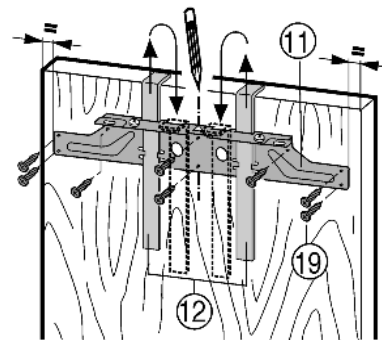

Fig. 17
- ▶ Навесьте крепежную поперечину Fig. 17 (11) с монтажными вспомогательными элементами Fig. 17 (12) на внутреннюю сторону мебельной дверцы.
- ▶ Выравнивание крепежной поперечины Fig. 17 (11) по центру: начертите короткую центральную линию на мебельной дверце, совместите с ней острие стрелки поперечины.
- ▶ Прикрутите крепежную поперечину Fig. 17 (11) по меньшей мере 6 винтами Fig. 17 (19).
- ▶ Прикрутите крепежную поперечину Fig. 17 (11) 4 винтами Fig. 17 (19) по краю.
- ▶ Вытяните вверх монтажные приспособления Fig. 17 (12) и, развернув, вставьте их в расположенные рядом приемные отверстия.